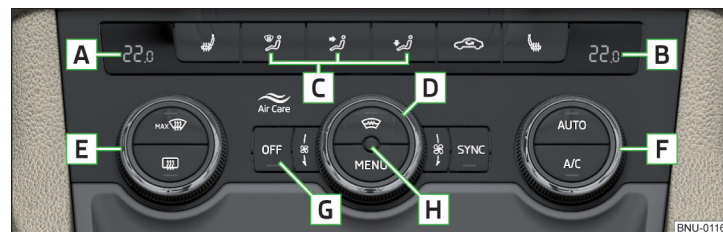

Fig. 158 Elementele de operare a Climatronic
Funcțiile individuale se pot seta, respectiv activa prin rotirea butonului rotativ, sau prin apăsarea tastei corespunzătoare » fig. 158.
Nu acoperiți senzorul pentru temperatura din interior **H** » fig. 158 - poate fi influențat în mod nefavorabil sistemul Climatronic.
- Pentru **activare** apăsați butonul **AUTO** » **fig. 158 la pagina 119.**